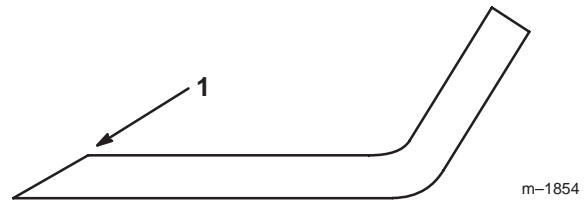

Figure 27
1. Au moyen d'une lime, aiguisiez les tranchants aux deux extrémités de la lame (Fig. 27) en veillant à conserver l'angle de coupe d'origine. Limez la même quantité de métal sur chacun des deux tranchants pour ne pas déséquilibrer la lame.